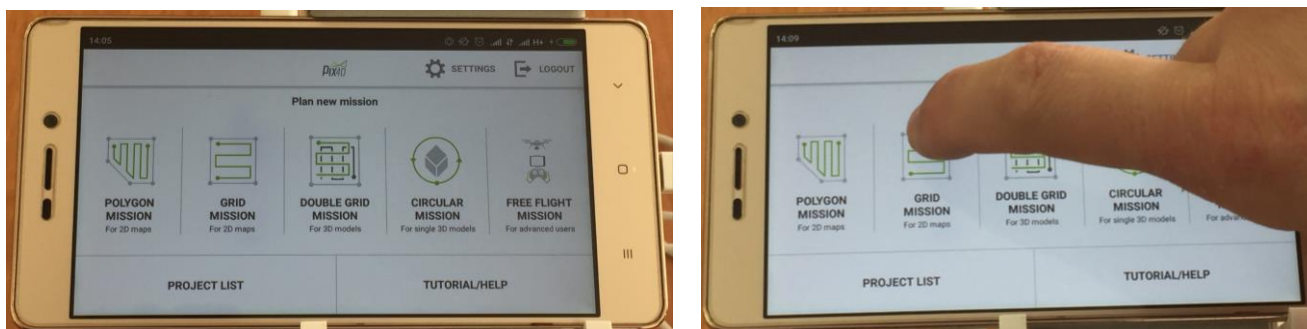

Рисунок 16.3 – Выбор и запуск варианта полетного задания
ручное управление  (рисунок 16.3).
3. Выберите вариант **GRID MISSION**  (рисунок 16.3). Для сельскохозяйственных полей чаще всего задается задание для прямоугольных полей.